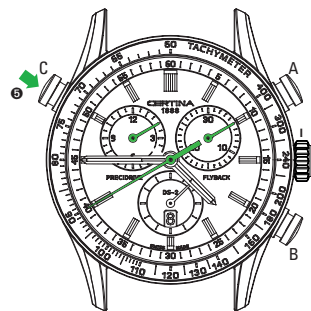

Abb. 8
**C** RESTART (Wiederaufnahme) (gemäß Abb. 8)